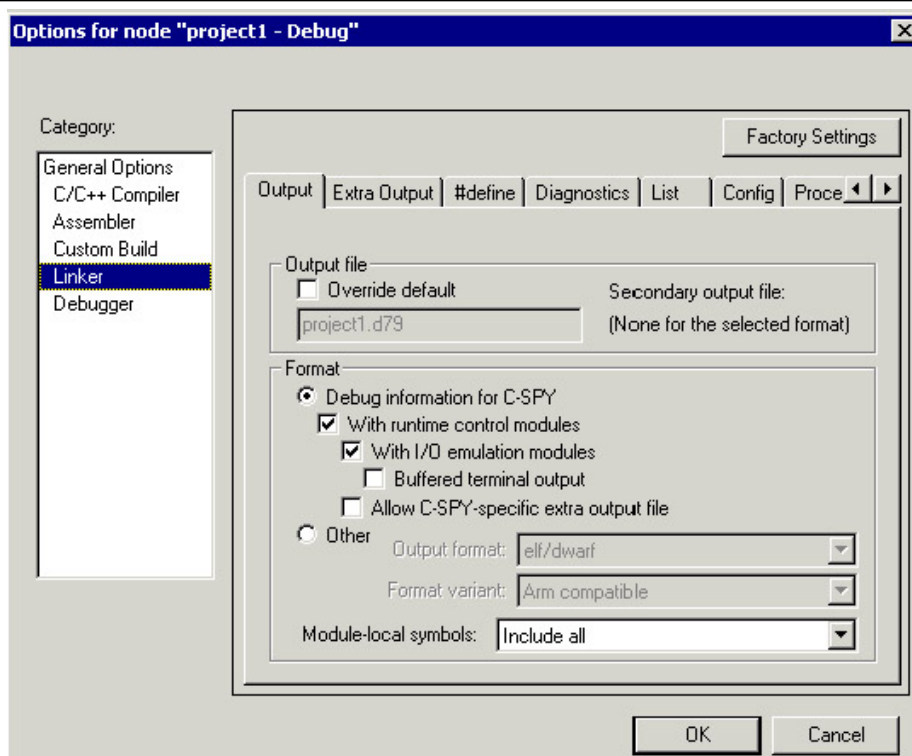
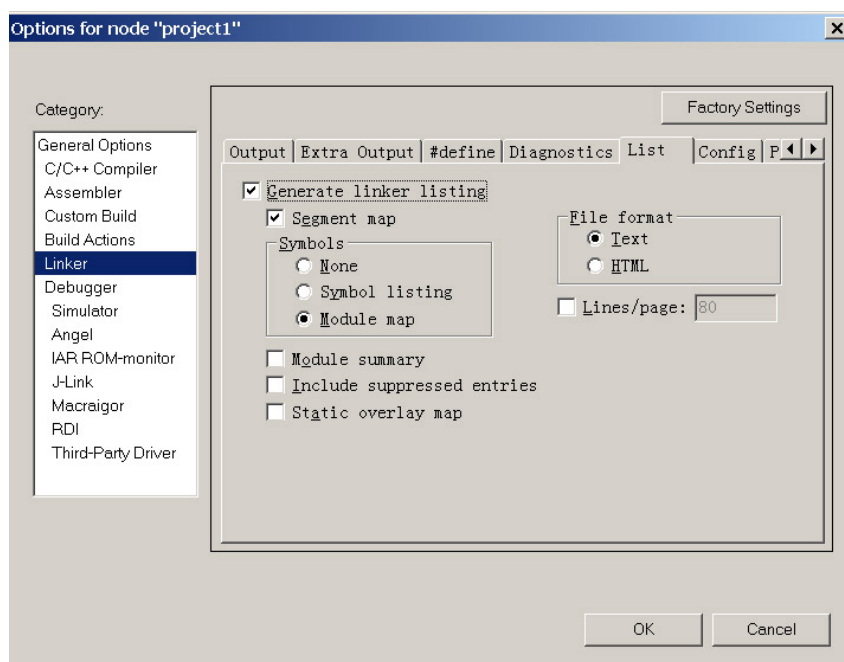

图 9. XLINK 参数选项窗口
图 10. XLINK 选项中的 list 页面
- ③ 选中 **Workspace** 窗口中的 **Utilities.c**，按鼠标右键选择弹出框中的 **Options...**。从弹出的对话框左边的 **Category** 中选择 **C/C++ Compiler** 并确定 **Override inherited settings**。打开 **Optimization** 页面，把优化级别从 **None** 改定为 **High**。然后按 **OK** 按钮。
- ④ 重新编译 **Utilities.c**，请注意这时编辑窗口中的 **Utilities.lst** 文件已经自动被刷新。文件尾显示的代码大小已经因优化级别的升高而减小。
- ⑤ 对本例而言，**Optimization** 应选择 **None**。所以在连接处理前应该将优化级别恢复到原来的设置。这时应选中 **Utilities.c**，按鼠标右键选择弹出框中的 **Options...**。选择 **C/C++ Compiler** 并取消 **Override inherited settings**。然后重新编译 **Utilities.c**。
- ① 先选中 **Workspace** 窗口中的 **Project1 – Debug**，然后选择主菜单 **Project > Options**，弹出 **Options** 对话框，见图 9。在左边的 **Category** 中选择 **Linker**，显示 **IAR XLINK** 的各选项页面。
在 **list** 页面中选择 **Generate Linker listing** 和 **Segment map**（见图 10）。允许生成存储器分配 MAP 文件。
本例使用缺省的连接器命令文件，请见图 9 或图 10 中的 Config 页面。